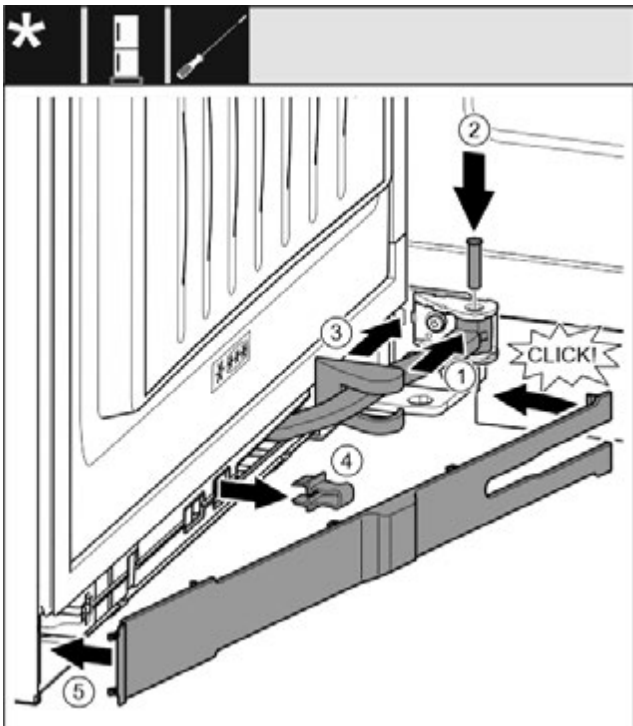

Fig. 37
- ▶ Поверніть шарнір у навішуванні. Fig. 37 (1)
- ▶ За допомогою викрутки T15 встановіть гвинт в навішування та шарнір. При цьому виступ фіксатора повинен займати правильне положення в пазу. Fig. 37 (2)
- ▶ Просуньте кришку опорного кронштейна вздовж шарніра та встановіть її над навішуванням. Fig. 37 (3)
- ▶ Зніміть запобіжник. Fig. 37 (4)
- ▶ Встановіть накладку з боку ручки та поверніть. Fig. 37 (5)